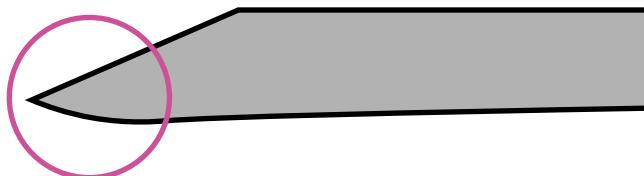

Fig. 6.25 Forma correcta de apoyar la cara de la cuchilla sobre toda la superficie o cara de la piedra
5. Después de varios pases sobre la misma superficie de la piedra de asentar se debe invertir la cuchilla, según se representa en la figura 6.24. Nuevamente, con la ayuda de la lubricación se desplaza en forma de ocho en varias ocasiones. Al realizar estos pases se debe procurar que la cara de la cuchilla se apoye plenamente sobre toda la superficie o cara de la piedra, de lo contrario produce un desgaste incorrecto que puede provocar que no logres afilar la cuchilla y tengas que llevarla nuevamente a la electroamoladora para corregir ese desgaste (fig. 6.25).